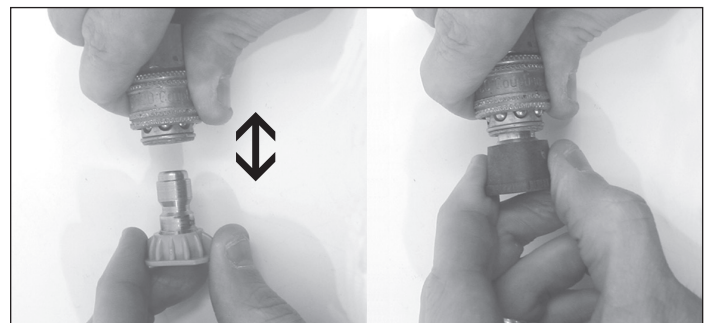

Figura 10 - Boquilla de conexión rápida
7. Instalar la boquilla de conexión rápida (Ver Figura 10).